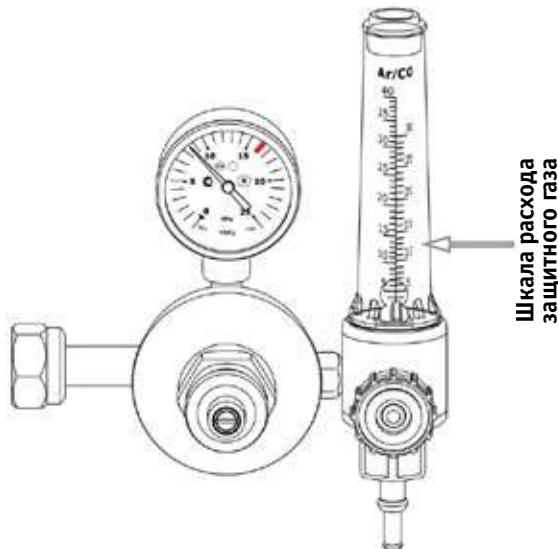

Рис. 12.1.3. Установка расхода газа.
**6.** С помощью регулятора (См. рис. 12.1.3.) установите необходимый расход защитного газа (от 4 до 25 л/мин в зависимости от выполняемых задач или см. таблицу 13.10.3).